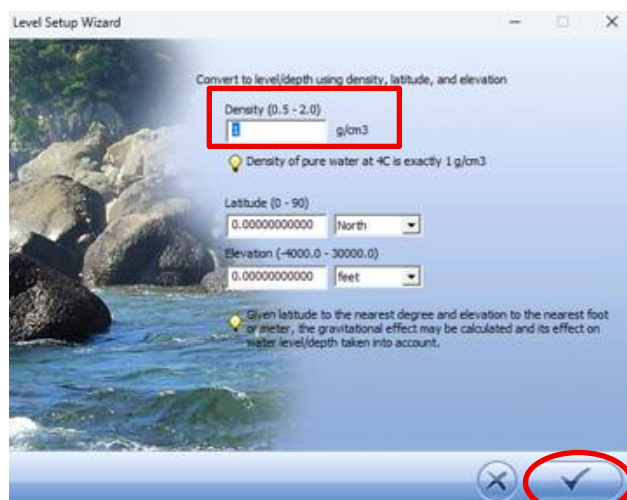

Figura 12: configuración de parámetro de densidad
- n) Ingresamos la densidad tomada por densímetro en la casilla **“Density”**, recalcar el ingreso de la densidad con puntos (Figura 12), luego clic en ticket.